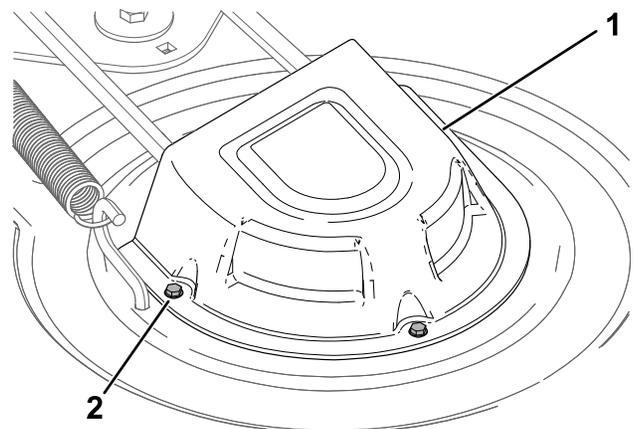

Figura 56
4. Afloje los tornillos y retire las cubiertas de las poleas (Figura 56).